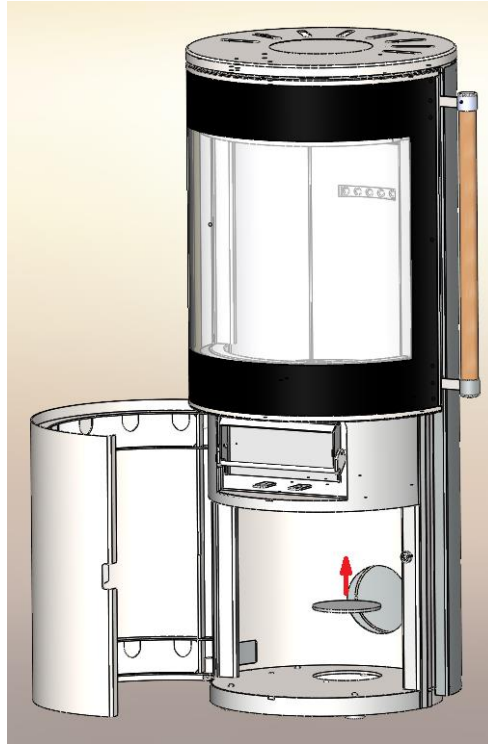

Bild 3 Skärning av mikrofogar för utluftstillförel på baksidan / botten
4. Bild 3 Skärning av mikrospringor för utelufttillförsel på baksidan / vid botten	Sida 7